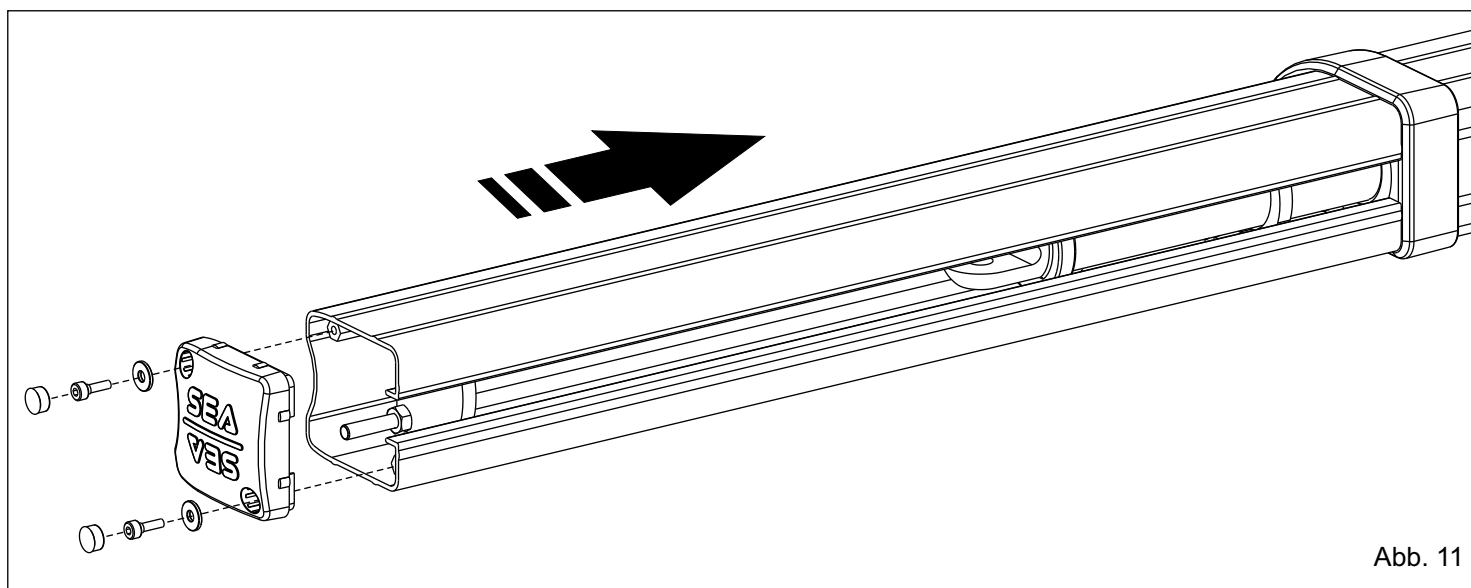

Abb. 11
9. Nach Beendigung der Einstellung die Kolbenabdeckung wieder montieren (Abb. 11).